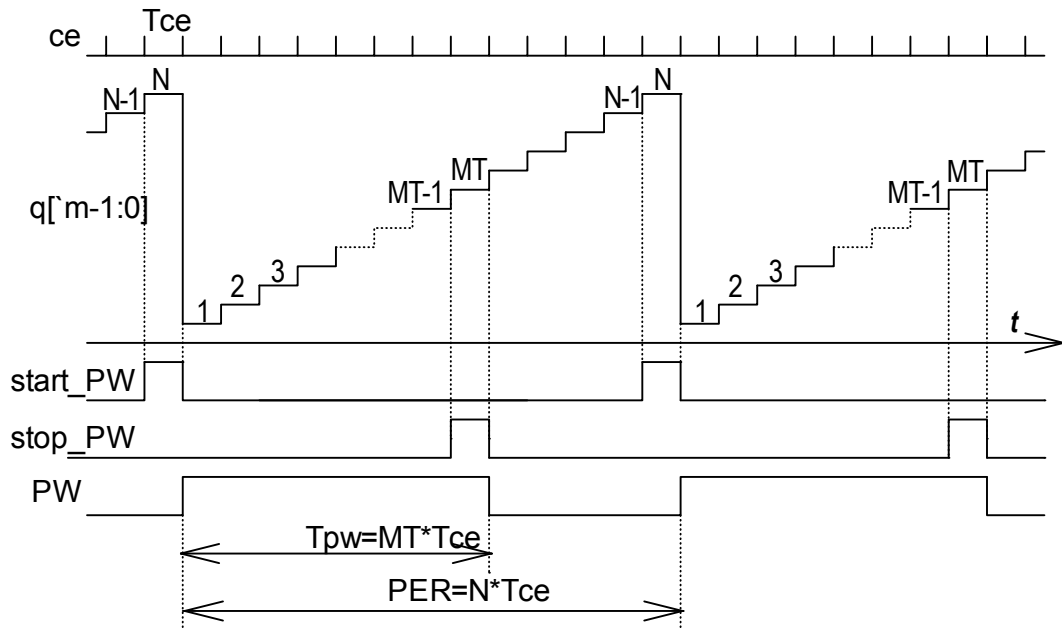

Рис.4 Временные диаграммы модуля генератора периодической последовательности импульсов с периодом $N \cdot T_{ce}$ и длительностью $MT \cdot T_{ce}$
2.3.1 Начертить в тетради временные диаграммы модуля **AGNMT** генератора периодической последовательности импульсов с периодом $N \cdot T_{ce}$ и длительностью $MT \cdot T_{ce}$ ($N > MT$, рис.4).